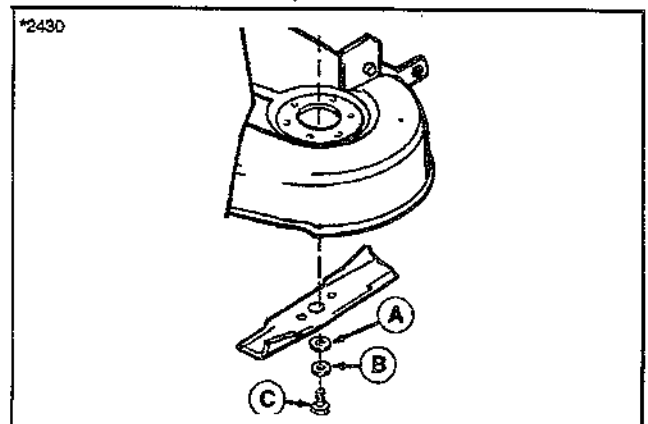

Figure 18.
1. Remettre en place la ou les lames avec le déflecteur pointant vers le haut. Remettre la rondelle à cannelures, la rondelle en forme de coupelle et le boulon (voir figure 18). S'assurer que la rondelle cannelée s'emboîte avec les cannelures de l'arbre. S'assurer que la rondelle Belleville est installée avec sa partie concave vers le haut.